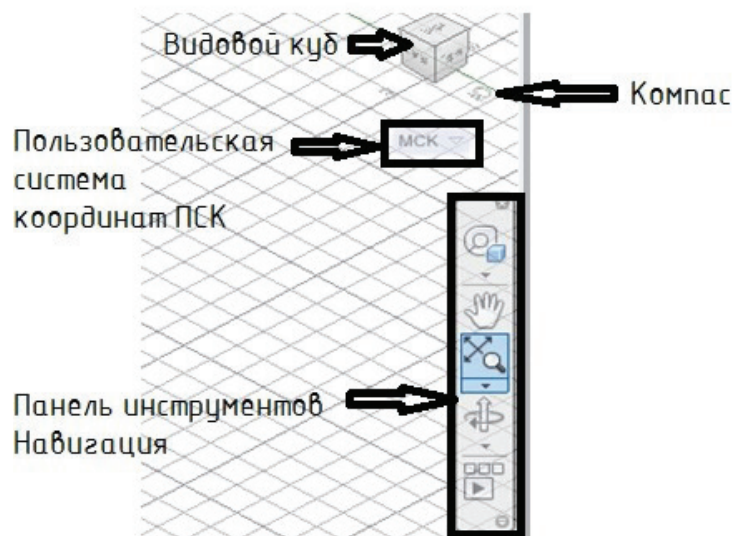

Рис. 3.1.7. Видовой куб, Компас и панели инструментов ПСК и Навигация
- щелчком по грани или углу **Видового куба** (рис. 3.1.7).
Видовой куб расположен в правом верхнем углу рабочей зоны чертежа. Под видовым кубом располагается **Компас**, панель инструментов **ПСК** и панель инструментов **Навигация** (рис. 3.1.7).